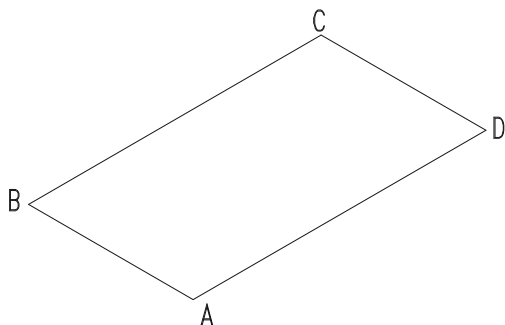

图 11-1-1
STEP 01 在 CAD 文档中新建实线图层，其各项参数不变。并把它设置为当前图层。用直线工具在轴测平面中绘制一个矩形，效果如图 11-1-1 所示，具体操作如下：
指定第一点:	// 拾取点 A，如图 11-1-1 所示
指定下一点或 [闭合(C)/放弃(U)]: C ↵	// 闭合直线，效果如图 11-1-1 所示